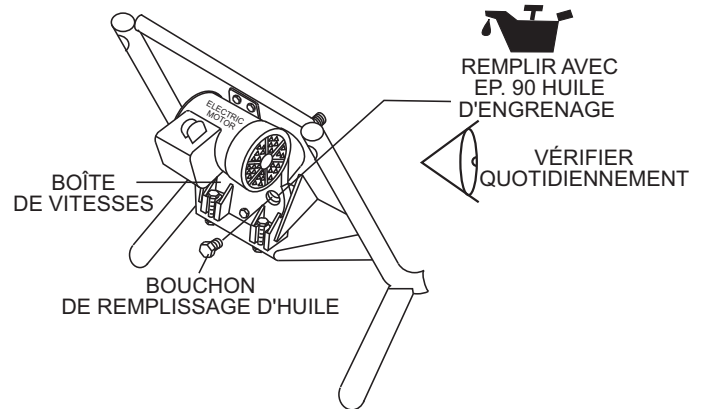

Figure 30. Vérification du niveau d'huile dans la boîte de vitesses
4. Enlevez le bouchon de remplissage d'huile (Figure 30) et remplissez avec de l'huile EP90 ou de l'huile d'engrenage similaire jusqu'au niveau du bouchon de remplissage. Remplacez l'huile de la boîte de vitesses à toutes les 3 000 heures. La capacité en huile de la boîte de vitesses est de **8-10 onces**.